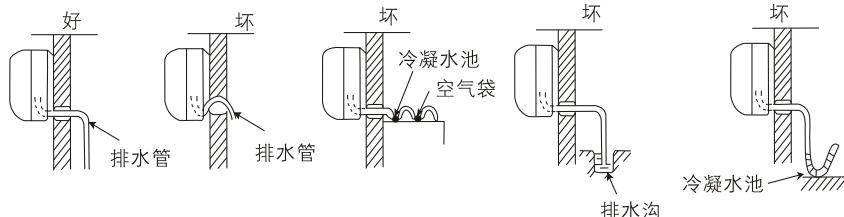

图32
- (1) 用附件⑯排水管与室内机组的出水管连接起来。
- (2) 如要使冷凝水流得舒畅,排水管应倾斜少许,如图32所示。